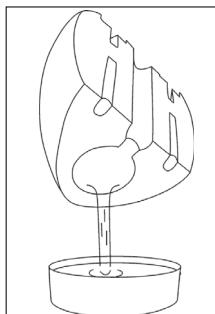

Fig. 7
3. Goliti tancul rasucindu-l cu gura de umplere, spre in jos, ca in Fig. 7.